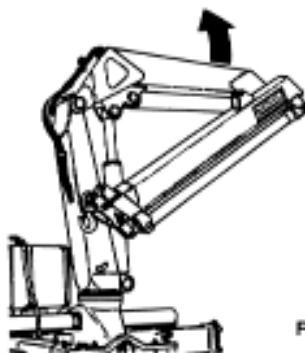

Fig. 7
- 2) Articuler le bras primaire en le faisant monter jusqu'à l'amener au-delà de la ligne horizontale (fig. 7).